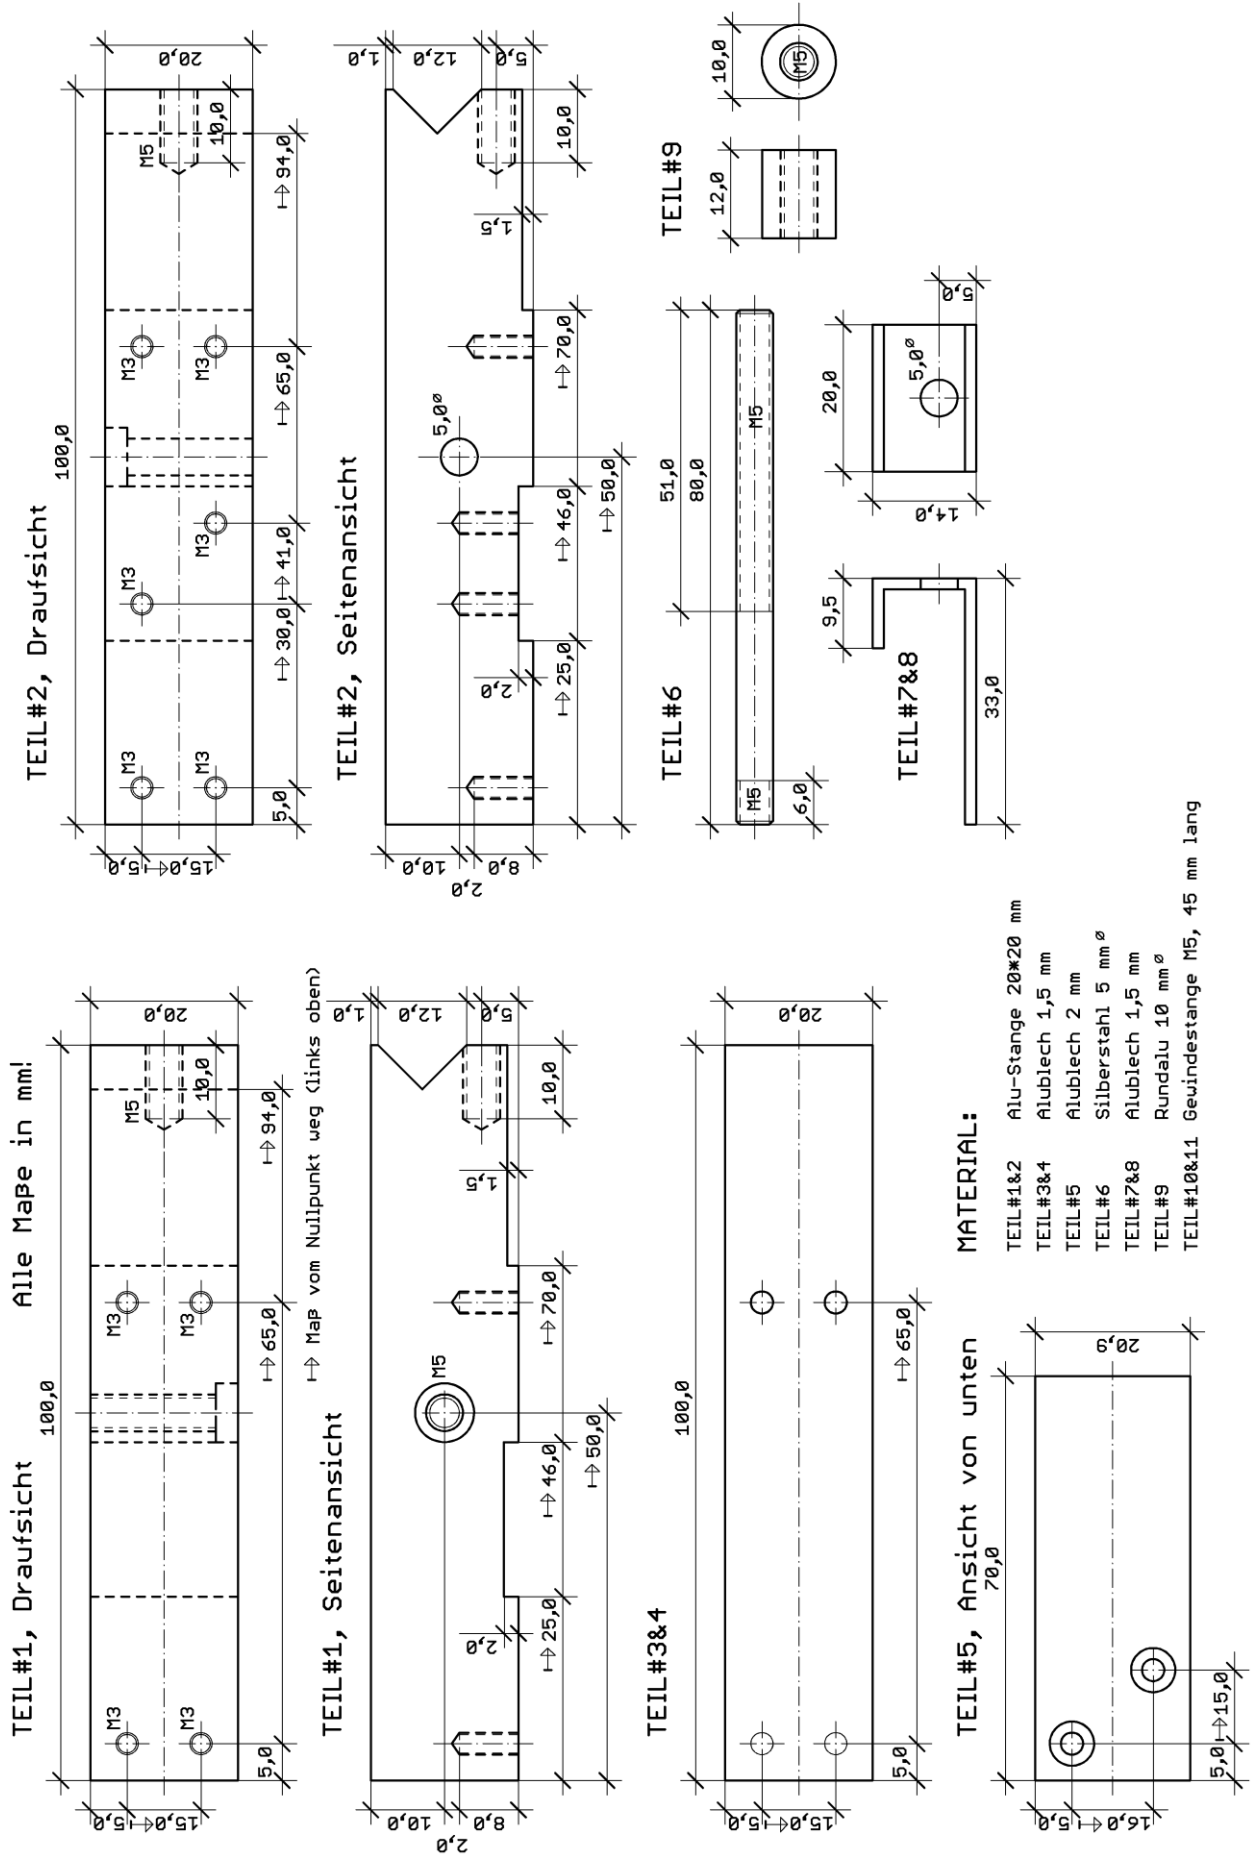

Abb. 2: Teile der Schweißzange
- Macht man bei den Teilen #1 und #2 neben der V-Nut zuerst das Sackloch samt Gewinde, dann wird beim Fräsen der Nut entsprechend Abb. 2 auch das Gewinde ein klein wenig angeschnitten und dabei verformt. Das kann zur Folge haben, daß sich die Gewindestifte nicht mehr problemlos einsetzen lassen. Auch ein Nachschneiden ist dann Glückssache, weil der Gewindebohrer wahrscheinlich nicht mehr in den richtigen Gewindegang findet. Will man das Gewinde nachher schneiden, dann läßt sich der Bohrer wegen des Anschnitts nicht mehr so genau ansetzen. Hier hilft eine ganz kurze, schnell angefertigte Madenschraube (Abb. 6), die vorher bis zum Anschlag eingedreht wird. Nach Fertigstellung der Nut dreht man die Schraube heraus, dabei bringt sie das Gewinde im weichen Aluminium in die ursprüngliche Form.
Damit sich die Teile #1 und #2 möglichst weit zusammendrücken lassen, ist auch bei denen eine Vertiefung von 4 mm angebracht, worin ein Teil der Feder Platz hat. In Abb. 2 sind diese Vertiefungen nicht vermaßt, weil sie an die verwendete Feder anzupassen sind. Vor dem Zusammenbau ist die Schraubenfeder ein klein wenig einzuölen, damit sie beim Zusammendrücken ohne zu klemmen in die Vertiefungen rutscht.